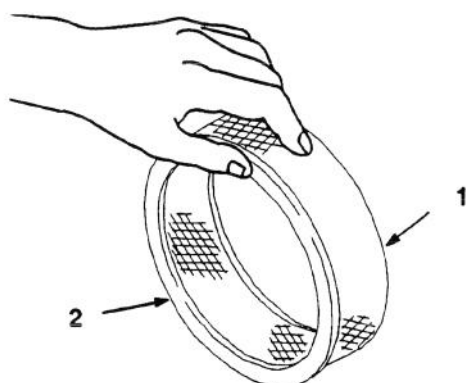

Figure 16
- A. Taper légèrement l'élément sur une surface plane pour éliminer poussière et saleté (Fig. 16).